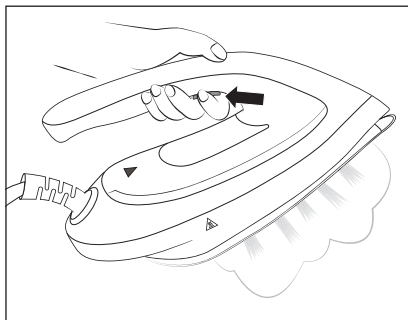

Fig. 5
- 1) Laissez chauffer le fer à repasser à vapeur ❶ jusqu'à ce que la touche **MAX** ☞ ❷ ou **ECO** ☞ ❸ reste allumée.
- 2) Retirez le fer à repasser à vapeur ❶ de la surface de pose ❷ et appuyez sur la touche Jet de vapeur ☞ ❸ (voir fig. 5) pendant le repasseage. De la vapeur sort par les perforations de sortie de la vapeur dans la semelle de repasseage ❹.